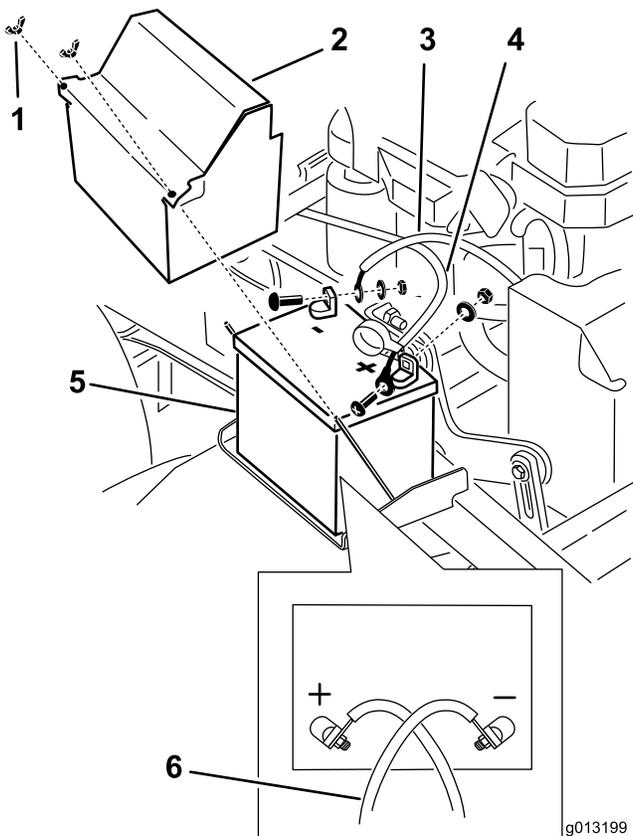

Figure 52
3. Débranchez le câble négatif de la batterie de la borne négative (-) de la batterie (Figure 52).
5. Débranchez le câble positif (rouge) de la batterie (Figure 52).
6. Déposez la plaque de maintien de la batterie (Figure 52) et enlevez la batterie.
1. Placez la batterie sur la machine (Figure 52).
3. Reliez le câble positif (rouge) à la borne positive (+) de la batterie avec un écrou, une rondelle et un boulon (Figure 52).
5. Reliez le câble négatif et le câble de masse à la borne négative (-) de la batterie avec un écrou, une rondelle et un boulon (Figure 52).
Remarque: Les câbles de la batterie se croisent lorsqu'ils sont installés correctement (Figure 52).